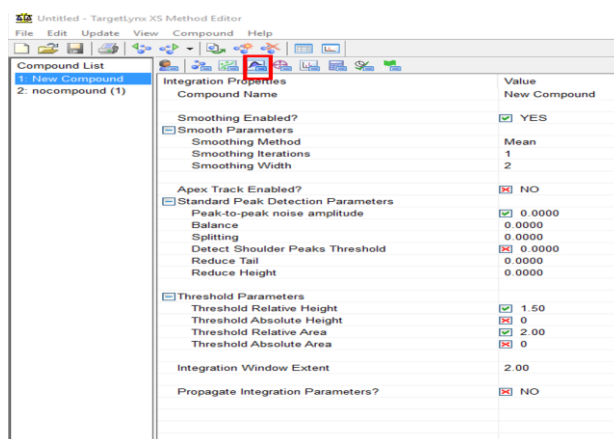

图 6-51
- c. Integration Properties 中积分参数可以按默认值 (图 6-51)。